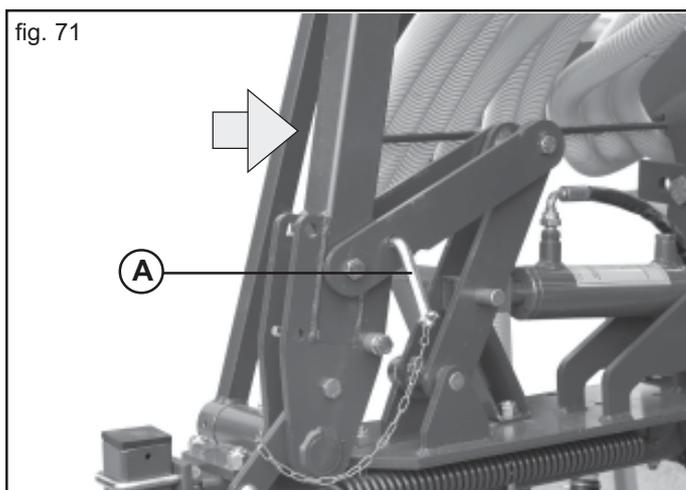
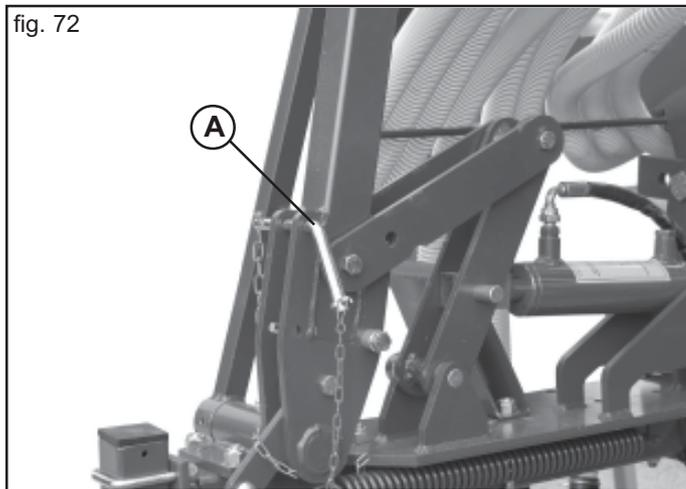

fig. 71
fig. 72
Before operating the hydraulic system of the row marker, apply light pressure with your hand on the row marker arm in the direction of the arrow (Fig. 71), unhook the safety devices on both the arms (A Fig. 71), and then position them as shown in Figure 72. For travel on the road, lock the row marker arms in a vertical position with the safety devices (A Fig. 71).
- Die Sicherheitsvorrichtungen (Abb. 71) lösen und die Spurreißerarme von Hand öffnen, bis sie auf dem Boden aufliegen.